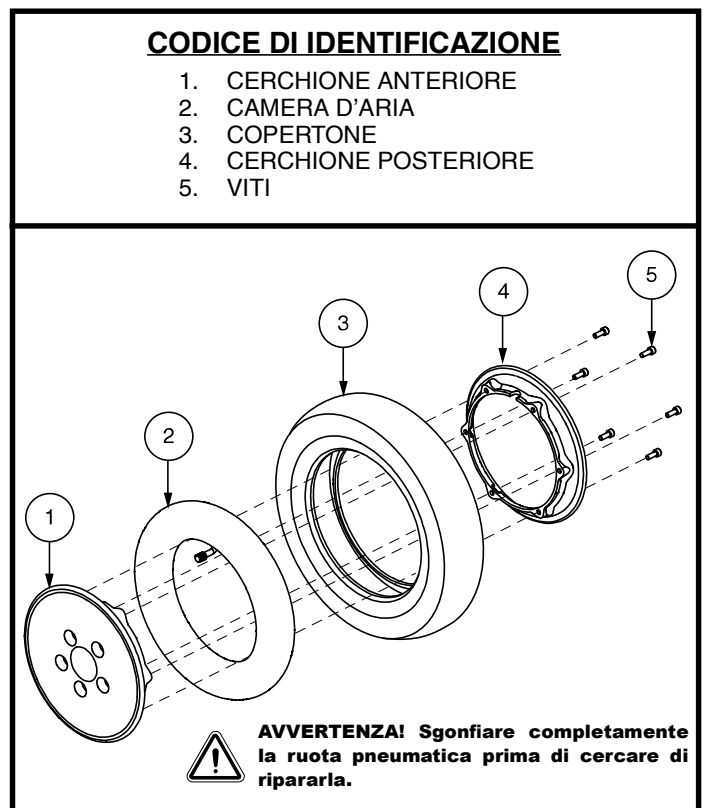

Figura 20. Ruota pneumatica motrice smontaggio/montaggio
6. Rimuovere le viti che fissano i cerchi. **Vedere figura 20.**